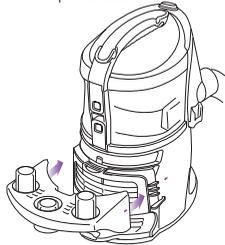
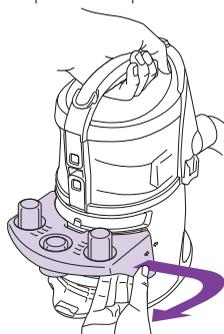

Fig. 2
Fig. 3
- 2 Insérez le porte-accessoires portatif sur le devant de l'aspirateur portatif. (fig. 2) Pour enlever le porte-accessoires, tenez l'aspirateur pas la poignée, tirez légèrement le côté droit et détachez-le de l'aspirateur portatif. (fig. 3)